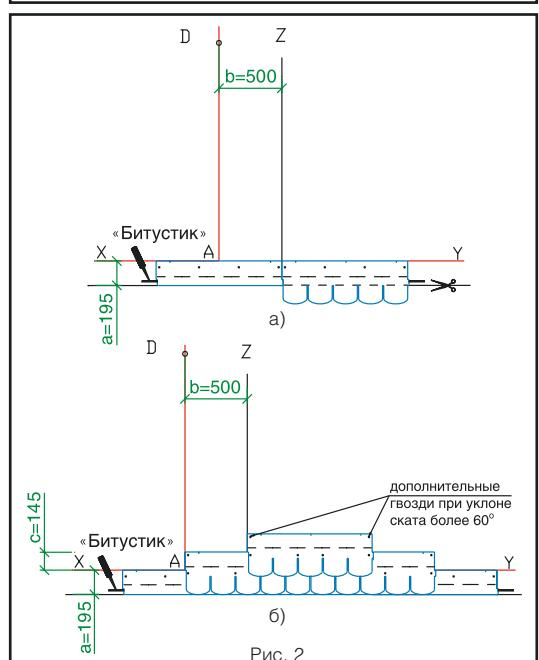

Рис. 2
### Укладка материала (рис. 2)
- Начальный ряд формируется из листов черепицы АНТИК, обрезанных по линии, образованной конечными точками вырезов. Полученные таким образом полосы шириной 19,5 см укладываются по линии карниза в обе стороны от линии Z (рис. 2а) и фиксируются по нижнему краю битумной мастикой «Битустик», а по верхней кромке 4 гвоздями (ось гвоздей на 5 см ниже верхнего края полосы);
- далее первый ряд черепицы укладывается от линии AD (рис. 2б).
- второй ряд укладывается от линии Z (со смещением 50 см от AD) (рис. 2б).
Каждый лист гибкой черепицы АНТИК крепится 4 гвоздями (ось гвоздей на линии битумных kleевых полос) таким образом, чтобы гвоздь прошивал и верхний край нижележащего листа черепицы (рис. 2б).